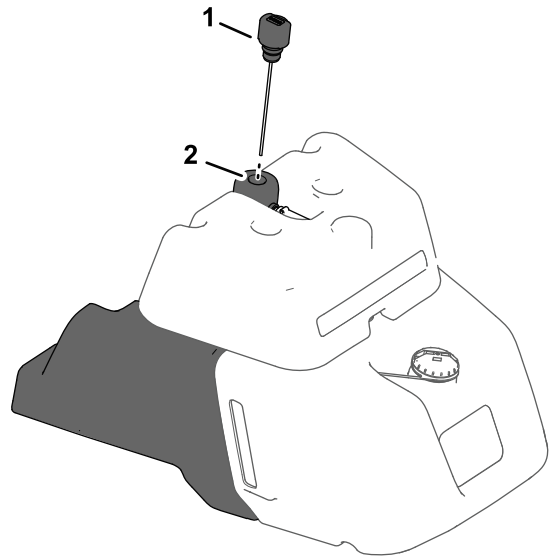

Figura 37
- Si su máquina tiene una mirilla de combustible en el lateral del depósito de combustible, localice la varilla del sistema hidráulico en la parte superior del depósito hidráulico (Figura 37) y vaya al paso 5.